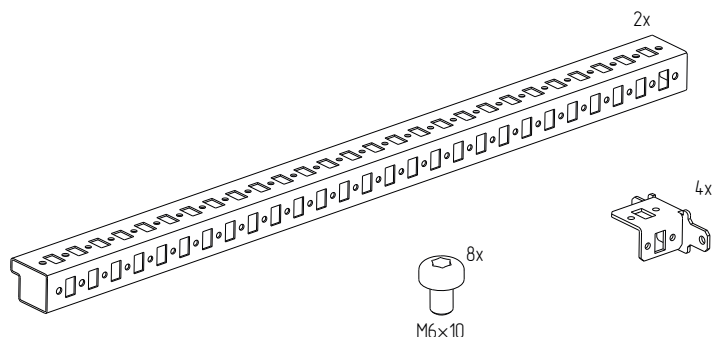

Рисунок 92
4.32.2 Проверить комплектность (рисунок 92).